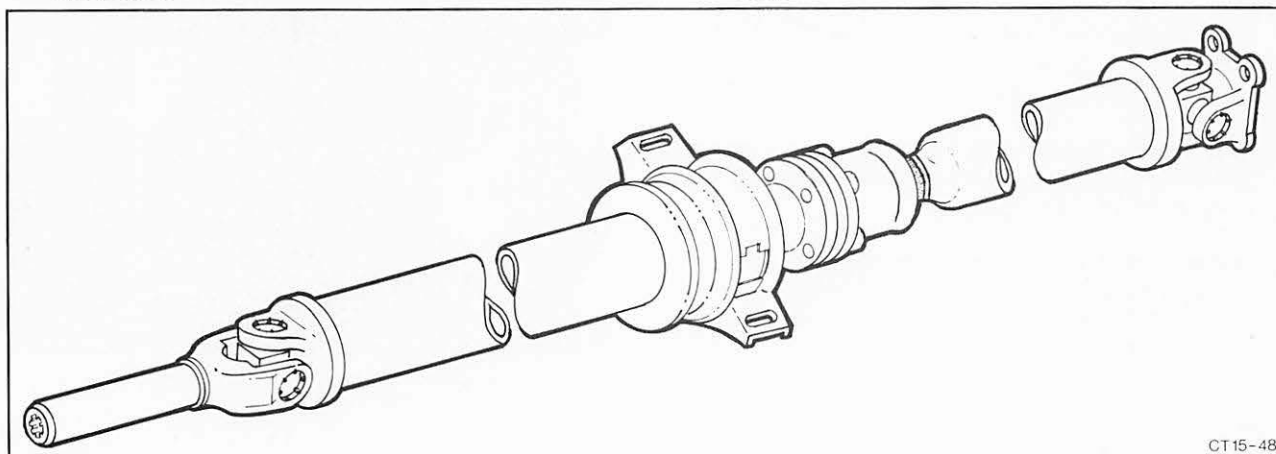

Abb. 119 Gelenkwelle mit Gleichlaufverschiebegelenk
8. Bei Gelenkwellen mit Gleichlaufverschiebegelenk (Löbro-Gelenk, Abb. 119), Fahrzeug hinten anheben, so daß die Hinterachse **frei nach unten hängen kann**.